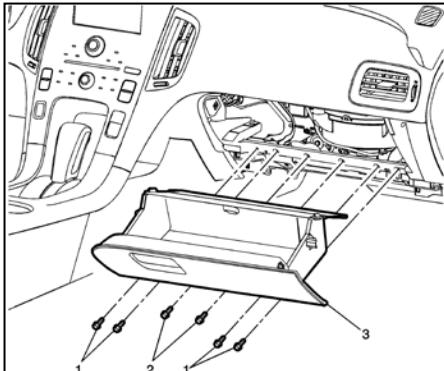

Fig. 5
11. Retire los sujetadores del compartimiento inferior del panel de instrumentos (1) y los sujetadores de amarre (2) (ver Fig. 5).